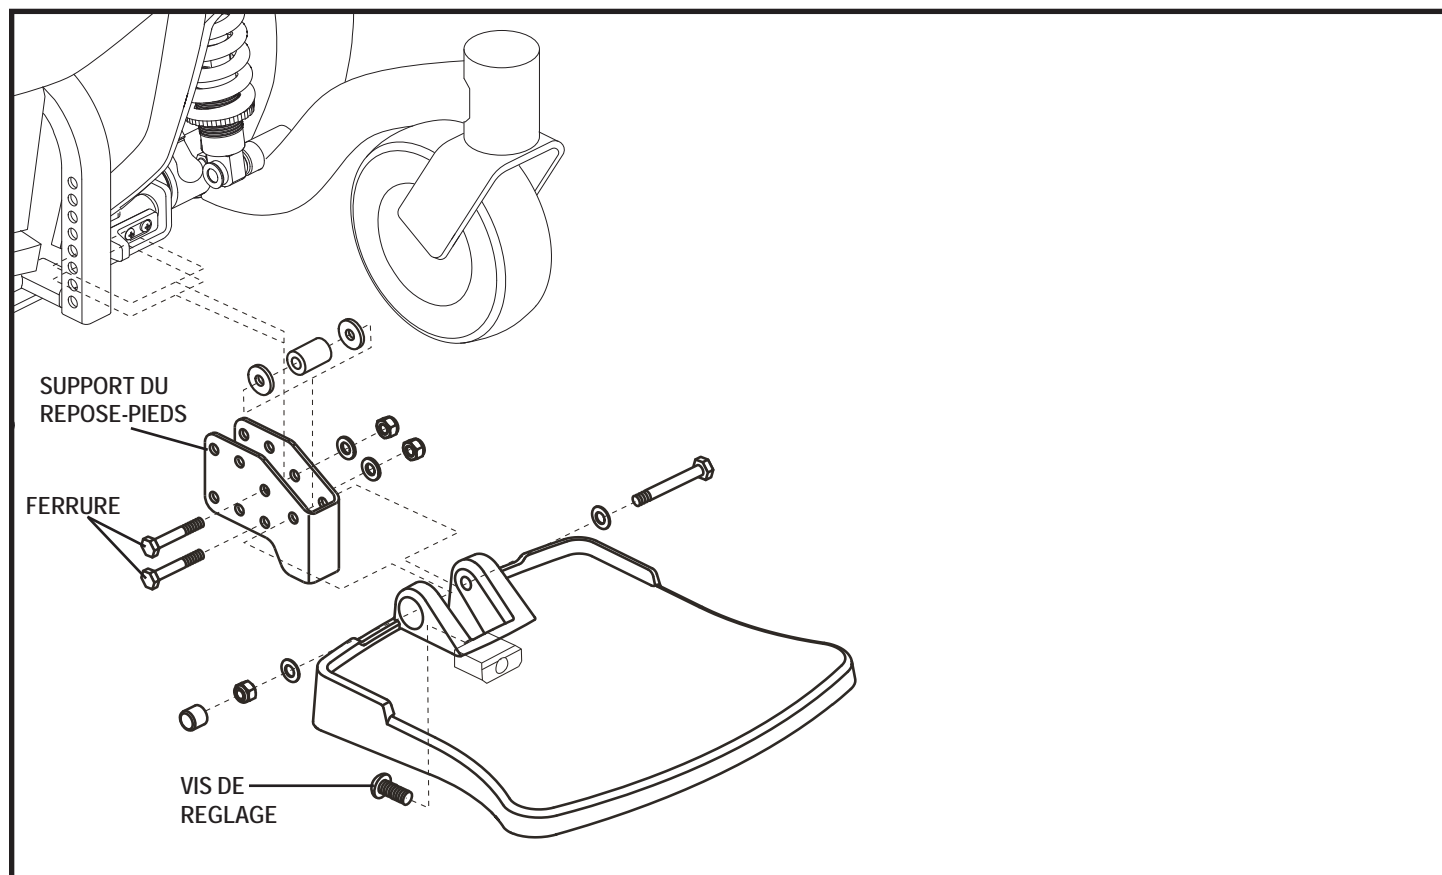

Figure 16. Ajustement de repose-pieds
1. Retirez les ferrures sur le support du repose-pieds. **Voir la figure 16.**
1. Relevez le repose-pieds pour trouver l'emplacement de la vis de réglage. **Voir la figure 16.**